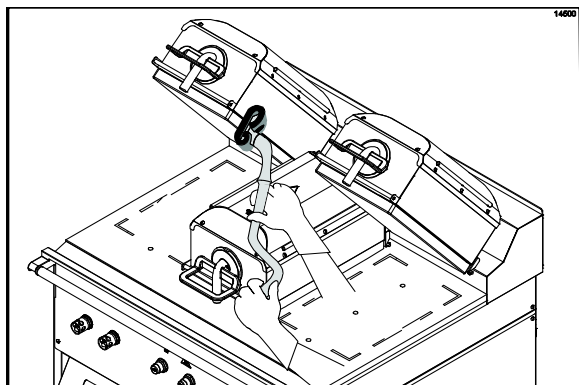

Figure 101
29. Frotter les bords intérieurs des plaques de droite et de gauche (Cf. Figure 101).